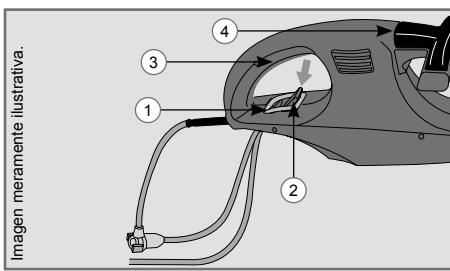

Fig. 1
- ✓ Doble la extensión eléctrica, pásela por el orificio (1) y enseguida encájela en la presilla (2) (Fig. 1).
- ✓ **Conectar** - Presione la tecla de encendido/apagado de doble accionamiento (3 y 4) (Fig. 1).
- ✓ **Desconectar** - Suelte la tecla de encendido/apagado de doble accionamiento (3 y 4) (Fig. 1).